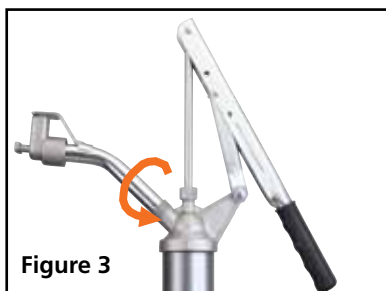

Figure 3
2. Vissez le bec de distribution dans le sens horaire (Fig. 3) sur la tête de pompe. Serrez fermement pour éliminer les risques de fuite.